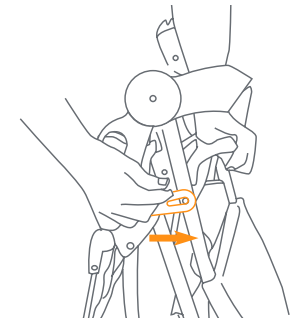

Fig. 20b
- Secure the stroller in the folded position by locking the fold latch, located on the right side of the stroller, over the rivet that protrudes from the frame (Fig. 20b).
- El carrito se asegura en la posición plegada por el bloqueo que esta localizado en el lado derecho del carrito sobre el remache que sobresale del armazón (Fig. 20b).